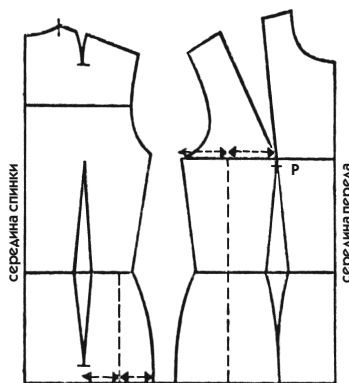

Рис. 18
1. Тщательно *переведите на рабочее лекало* все линии и точки с базового лекала, которое вы подготовили для конкретной фигуры (если же у вас имеется мини-манекен, то предпочтительнее использовать его) (рис. 18):